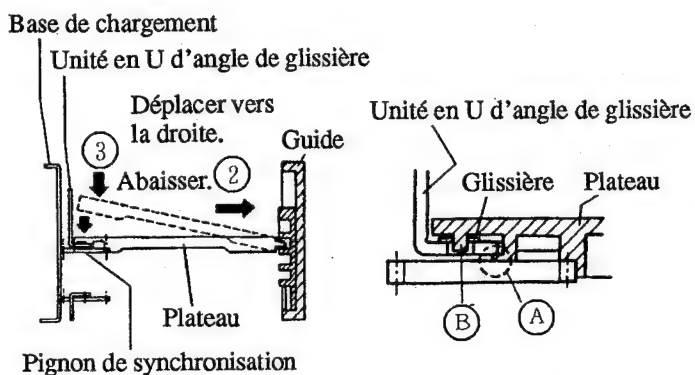

Figure 12
3. En inclinant légèrement le premier plateau (l'angle est indiqué par les lignes en pointillé sur la Figure 12), insérer le premier logement jusqu'à ce que la glissière et les trous des vis du plateau soit alignés. Faire attention à ce que la glissière ne recule pas vers l'arrière.